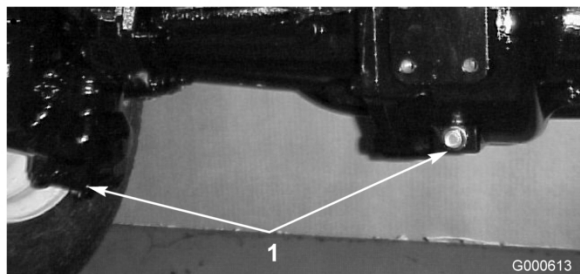

Figura 46
2. Limpe a zona em redor dos (3) tampões de escoamento, (1) em cada extremidade e (1) no centro (Figura 46).